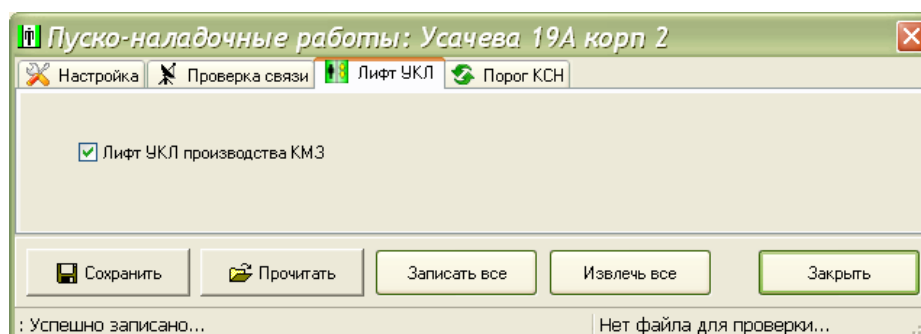

Рисунок 76
3) На вкладке «Лифт УКЛ» окна «Пусконаладка» установить признак лифта УКЛ производства КМЗ (рисунок 76).